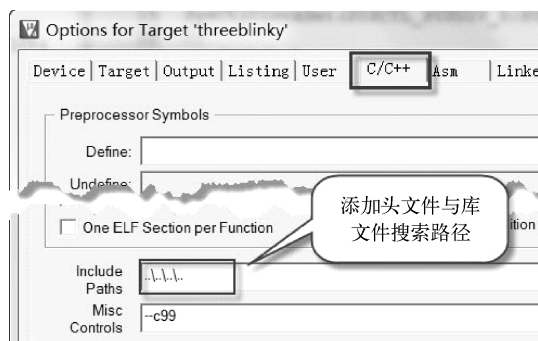

图 5-21 添加头文件及库文件搜索路径
- ① 添加 threeblinky. c 到工程中。
- ② 增加库函数组，并将驱动库添加到工程中。
- ③ 添加头文件及库文件搜索路径，如图 5-21 所示。